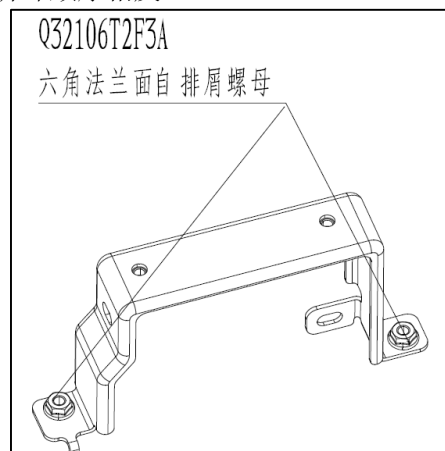

图 1.6.12 副仪表板后安装支架总成
- (1) 用10号六角套筒将固定副仪表板中部安装支架的2个螺母(Q32006T2F3A六角法兰面螺母)松开并取出。如图1.6.12所示;
- (2) 安装与拆卸顺序相反。